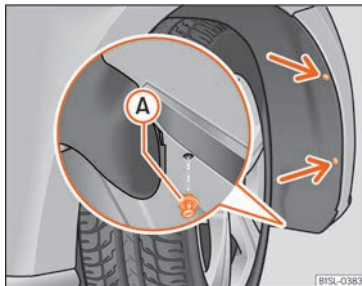

Fig. 50 Passa-rodes davanter dret: accés a la bombeta
- Descarregueu 2 caragols de fixació del guarniment del passaro-des »» fig. 50 (fletxes) amb el tornavís de les eines de bord »» pàg. 38.
- Colloqueu el reblló expansiu en el guarniment del passaro-des i el para-xocs i el pressioneu-lo cap a dins completament »» fig. 50 **A**.
- Caragoleu fixament els 2 caragols de fixació »» fig. 50 (fletxes) amb un tornavís.